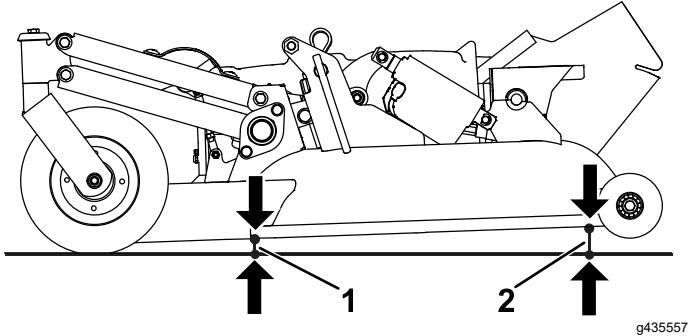

Figura 98
3. Mida la distancia entre el suelo y el punto más adelantado de la unidad de corte (Figura 98).
4. Mida la distancia entre el suelo y el punto más trasero de la unidad de corte (Figura 98).